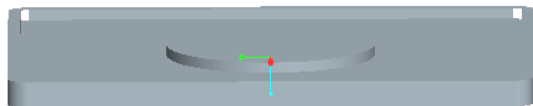

図 12-70 スタンド シート
- 17) バイスアセンブリの構成部品ファイルをオープンする。スタンド シート ファイルを開く (図 12-70) に示す。